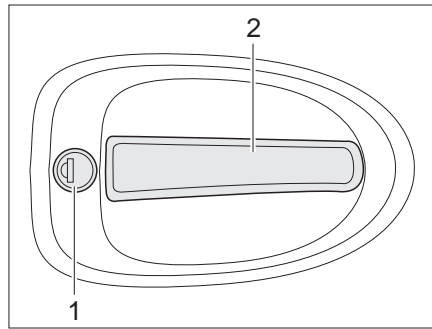

Fig. 42 Serrure de la porte cellule, à l'extérieur
- Insérer la clé dans le barillet (Fig. 42,1) et la tourner jusqu'à ce que la serrure de la porte soit déverrouillée.
- Tirer sur la poignée de la porte (Fig. 42,2). La porte est ouverte.
- Insérer la clé dans le barillet (Fig. 42,1) et la tourner jusqu'à ce que la serrure de la porte soit verrouillée.